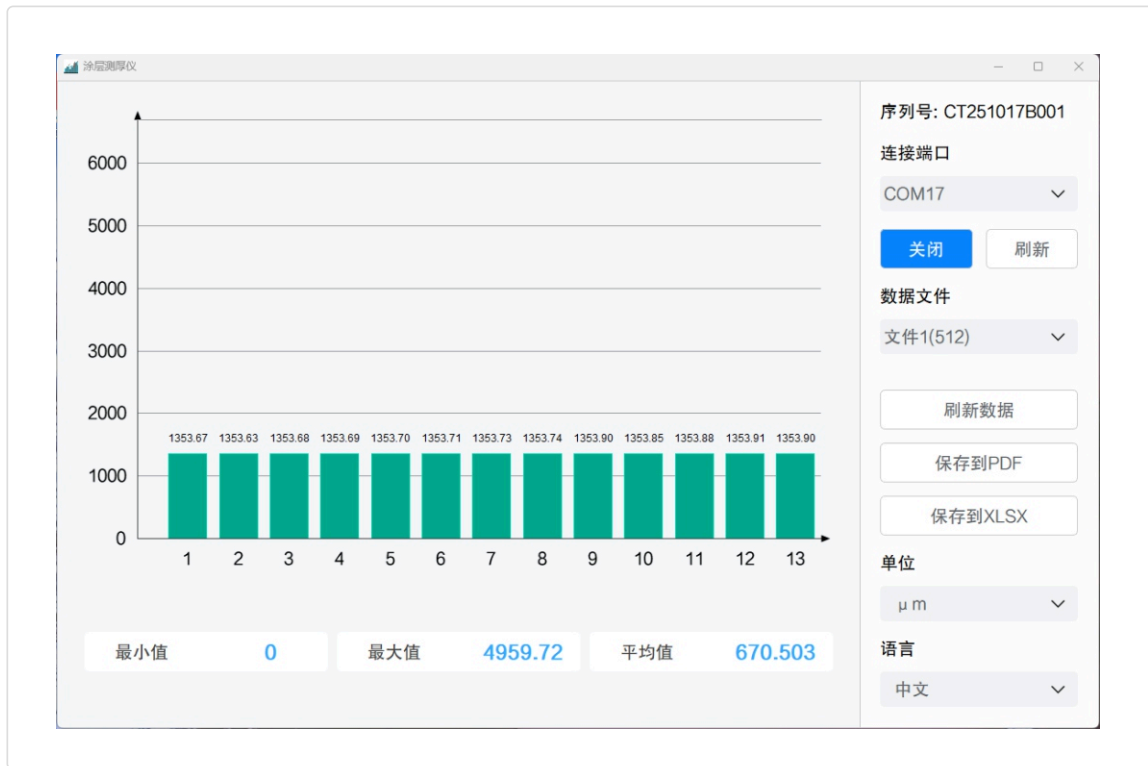

图 22数据窗口
6. 步骤六："数据文件"中有仪器保存的最近测量值的历史记录，"刷新数据"可刷新测量值，如图22数据读取完成后即可对数据进行统计、分析、存档操作。点击"保存到PDF"或"保存到XLSX"即可打印报告信息。